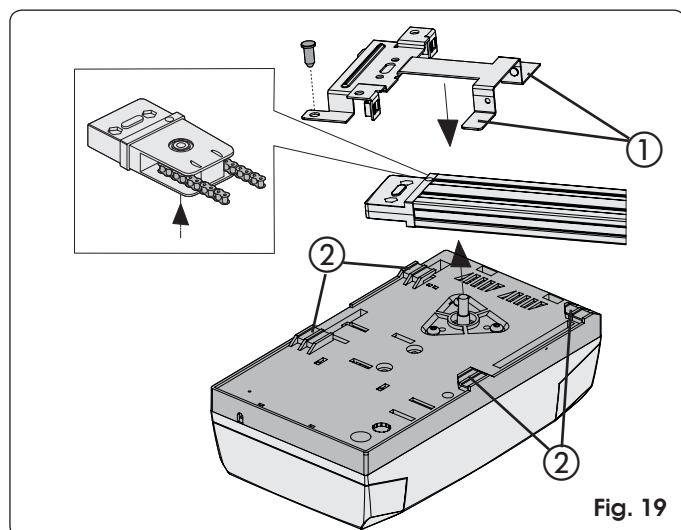
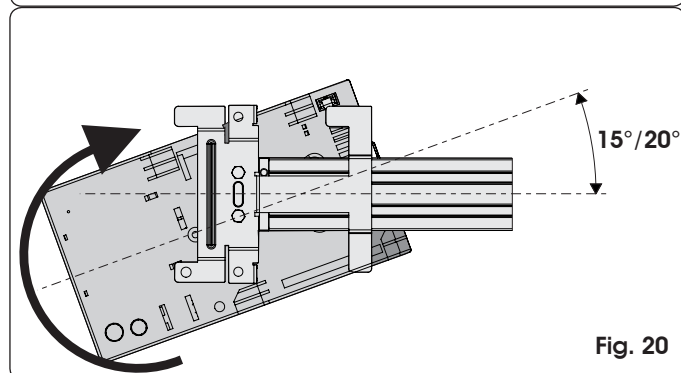
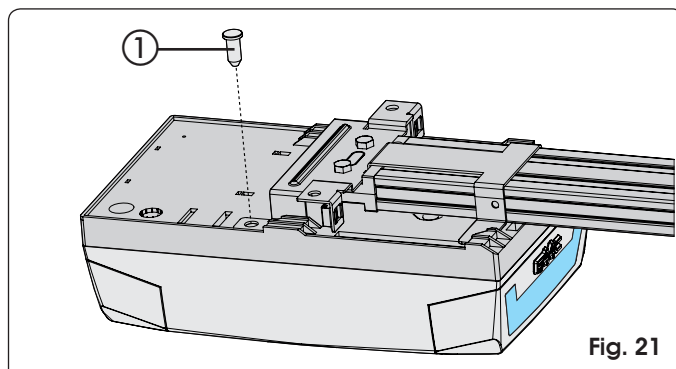

Fig. 19
Fig. 20
Fig. 21
- 1) Tenendo inclinato di 15°/20° l'operatore (Fig. 20), inserire l'alberino del motoriduttore nell'innesto presente nell'attacco posteriore della guida di scorrimento e avvicinare le alette (Fig. 19 rif. ①) alle sedi sul fondo della base dell'operatore (Fig. 19 rif. ②).
- 2) Ruotare l'operatore nel senso di Fig. 20 fino a raggiungere la posizione di Fig. 21 ed inserire la spina nel foro dell'attacco posteriore (Fig. 21 rif. ①).